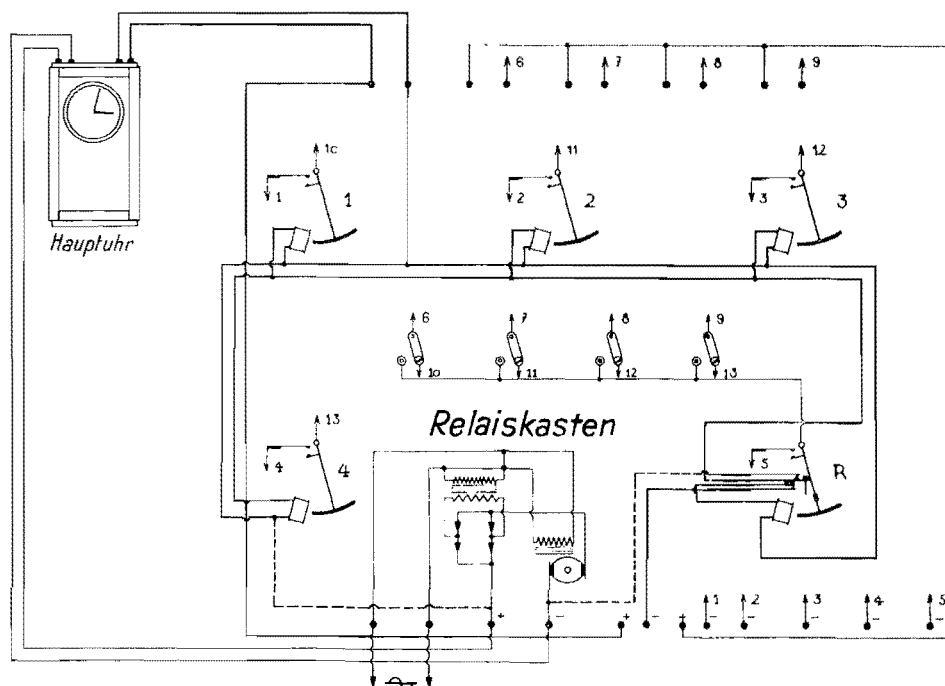
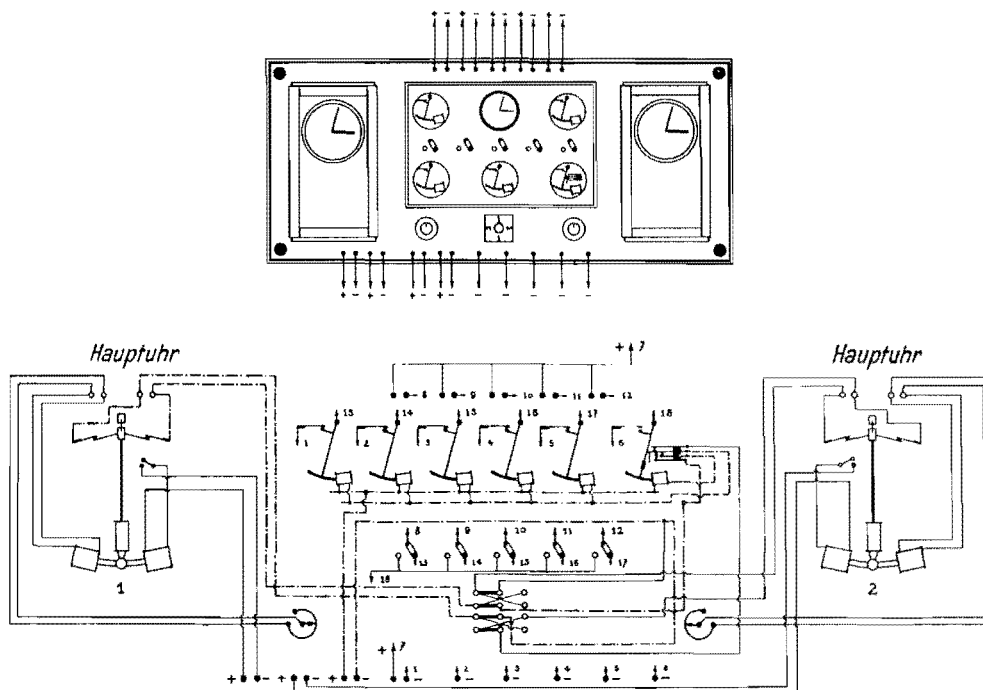

Abb. 19
Abb. 20
Die **Abbildung 19** zeigt das Schaltungsschema eines solchen Relaiskastens in Verbindung mit der Hauptuhr.
Zur größeren Übersichtlichkeit sind in **Abbildung 19** nicht alle Verbindungen eingezeichnet, sondern die Pfeile und Nummern weisen auf die Anschlüsse hin. Z. B. wird die Umschalterklemme **10** mit der Masse des Pendels **10** verbunden etc.
In **Abbildung 19** ist der Relaiskasten mit vier Relais dargestellt. Die gleiche Anordnung kann natürlich auch mit größerer Anzahl Relais durchgeführt werden. Die vier Nebenuhrendgruppen werden an den oberen 8 Klemmen angeschlossen.
Die **Abbildung 20** zeigt eine Uhrenzentrale mit zwei Hauptuhren und zwar in bildlicher und schaltungstechnischer Darstellung. Die Verwendung zweier Hauptuhren gewährleistet eine noch größere Sicherheit als die Zentrale mit einer Hauptuhr und Synchronisierungsvorrichtung.
Dies ist vollständig ausgeschlossen bei Verwendung zweier Hauptuhren nach **Abbildung 20**, da bei dieser Anordnung nur betriebssichere Elemente zur Verwendung kommen.
Die ganze Uhrenzentrale kann auf einer Holztafel montiert geliefert werden. An der oberen Seite sind die Klemmen für den Anschluß der Nebenuhren, an der unteren Seite die Klemmen für den Anschluß der Batterien. Aus der schaltungstechnischen Darstellung der **Abbildung 20** können wir den Stromverlauf verfolgen.
Der Stromkreis der Relaispulen, gesteuert vom Kontakt der Hauptuhr (1) ist in stark strichpunktierten Linien dargestellt. Die Relaispulen sind alle parallel geschaltet. Die Arbeitsweise der Umschaltkontakte am Reserverelais wurde bereits in **Abbildung 19** erläutert, nur daß eben bei der Zentrale der **Abbildung 20** nicht auf ein Synchronisierungsgerät, sondern auf eine zweite Reserve-Hauptuhr umgeschaltet wird.
Die Uhrenzentrale (**Abb. 20**) kann auch mit Synchronisierungsgerät für die automatische Regulierung der beiden Hauptuhren geliefert werden. Das Synchronisierungsgerät wird in den Relaiskasten eingebaut. Die Regulierung mittels Drehwiderstand fällt in diesem Falle weg.